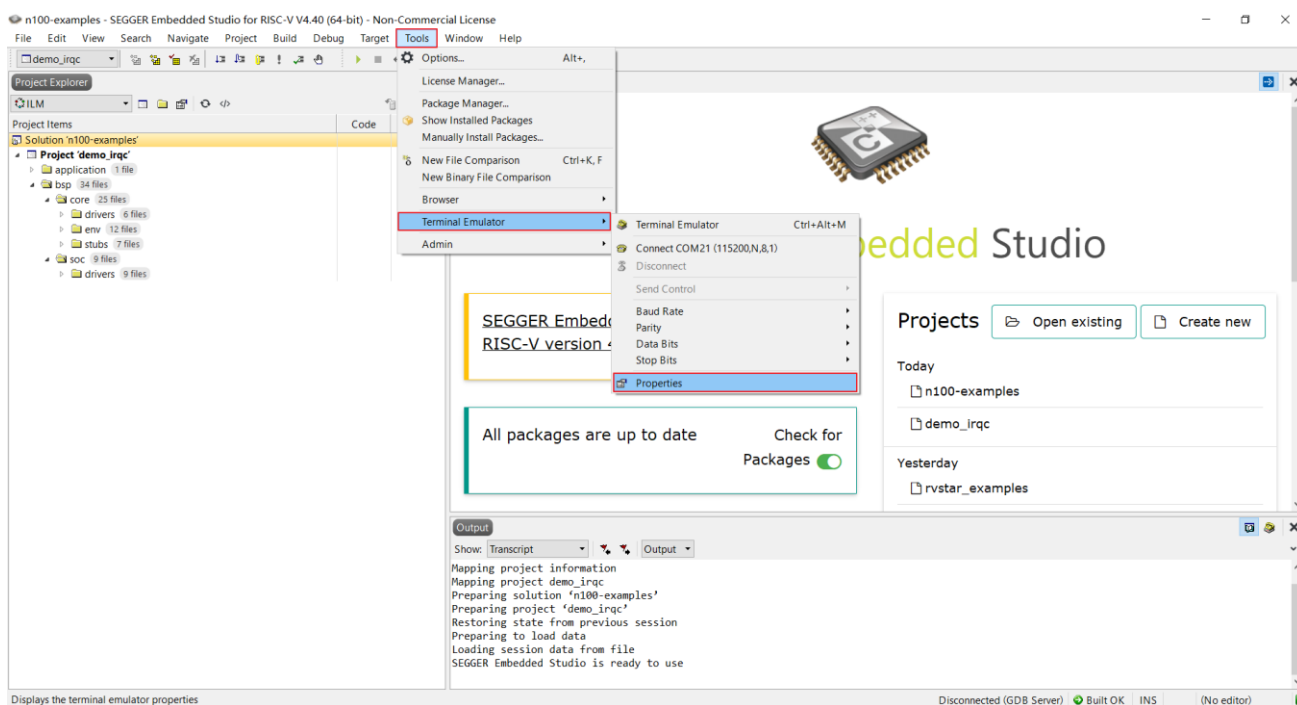

图 4-10 打开串口设置弹窗
- 蜂鸟调试器如果已经正确安装了驱动，则可以设置连接的 COM 口，如图 4-10，在菜单栏选择 “Tools-->Terminal Emulator-->Properties” 可以打开串口设置弹窗。